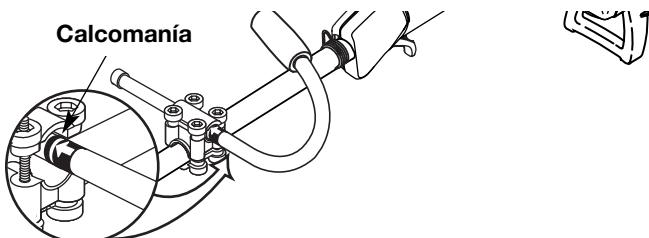

Fig. 2
- Mientras sostiene las tres piezas juntas, instale los cuatro (4) tornillos a través de la abrazadera superior en la abrazadera media.
- Deslice la manija en J hacia dentro o hacia fuera hasta que la flecha o línea blanca de la calcomanía toque el ensamble de abrazaderas (Fig. 2).